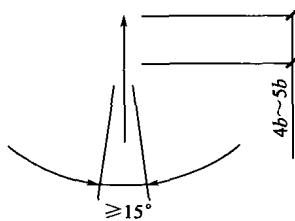

图 1-9 箭头尺寸起止符号
(3) 尺寸线应用细实线绘制，应与被注长度平行。图样本身的任何图线均不得用作尺寸线。
(4) 尺寸起止符号一般用中粗斜短线绘制，其倾斜方向应与尺寸界线成顺时针 45° 角，长宜为 $2\sim 3\text{mm}$ 。半径、直径、角度与弧长的尺寸起止符号，宜用箭头表示，如图 1-9 所示。
(5) 道路工程图中尺寸起止符号宜采用单边箭头表示，箭头在尺寸界线的右边时，应标注在尺寸线之上；反之应标注在尺寸线之下。箭头大小可按绘图比例取值。在连续表示的小尺寸中，也可在尺寸界线同一水平的位置，用黑圆点表示。